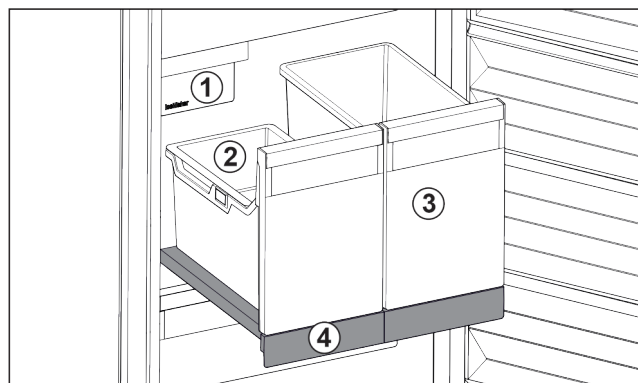

Fig. 40 Udtrækshylde med IceTower
Der findes to høje beholdere på udtrækshylden (IceTower). I beholderen Fig. 40 (2) samles og opbevares isterninger fra IceMaker. Beholderen Fig. 40 (3) er egnet til opbevaring af høje fødevarer som pizzaer eller alkoholiske drikkevarer.